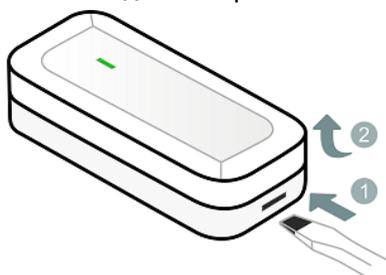
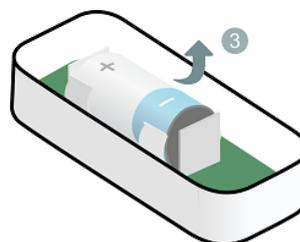
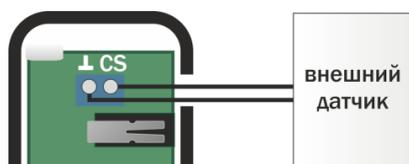

Рисунок 6.3 – Вскрытие корпуса датчика
Рисунок 6.4 – Извлечение батареи
Рисунок 8.1 – Схема подключения внешнего проводного датчика открытия (геркона)
- 2.2. Если датчик не в первый раз переводится в режим связывания, то вскройте корпус датчика: при помощи плоской отвертки нажмите на одну из защелок и, не отпуская защелку, потяните крышку корпуса вверх (см. рисунок 6.3). Извлеките батарею из датчика (см. рисунок 6.4). Подождите 30 секунд и установите батарею обратно, соблюдая полярность.
Для подключения геркона / ШС вскройте корпус основного элемента датчика (см. рисунок 6.3). Подключите провода к клемме, расположенной на плате датчика разбития, как показано на схеме (см. рисунок 8.1).
2. С помощью индикации на датчике. Для этого вскройте корпус датчика (см. рисунок 6.3) и дважды нажмите на кнопку тампера (7, рисунок 2.1). Посмотрите на индикатор датчика. Соответствие уровня связи и индикации представлено в таблице 9.1.
- 1) Вскройте корпус датчика (см. рисунок 6.3).